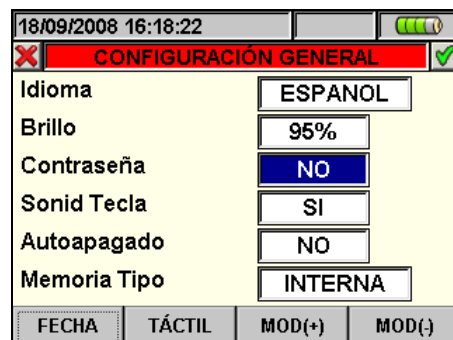

Fig. 12: Pantalla Programación Contraseña de protección
1. Posicione el cursor con las teclas flecha arriba o abajo sobre el campo correspondiente a la función “Contraseña” marcado sobre fondo azul, como muestra la Fig. 12: